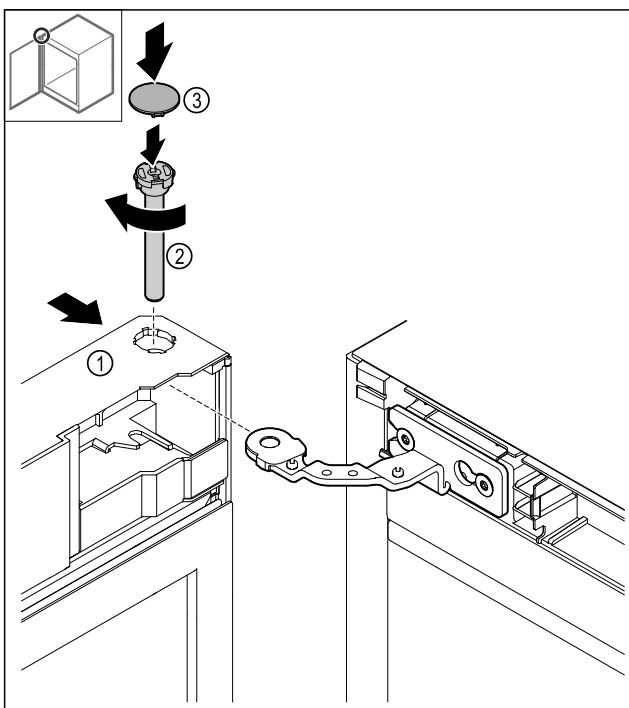

Fig. 47
- ▶ Skub døren Fig. 47 (1) ind på det øverste hængsel.
- ▶ Indsæt boltten Fig. 47 (2), og skru den fast med uret.
- ▶ Påsæt afdækningen Fig. 47 (4).